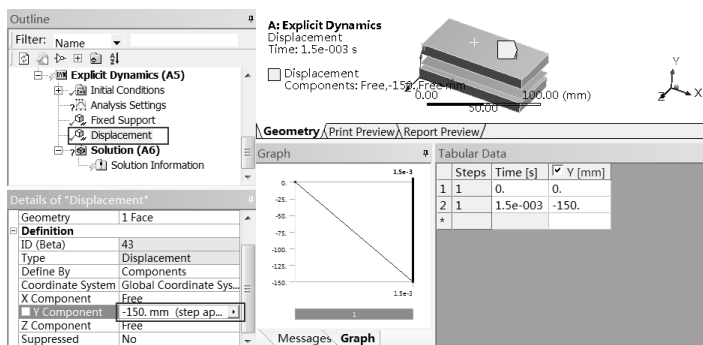

图 11-58 施加位移约束
Step6: 单击工具栏中的  (选择面) 按钮, 选择上面实体的上表面, 如图 11-58 所示, 单击 Details of “Displacement” 面板 Geometry 选项下的 **Apply** 按钮, 在 Y Component 栏中输入位移量为 -150mm, 即可在选中的面上施加位移约束。